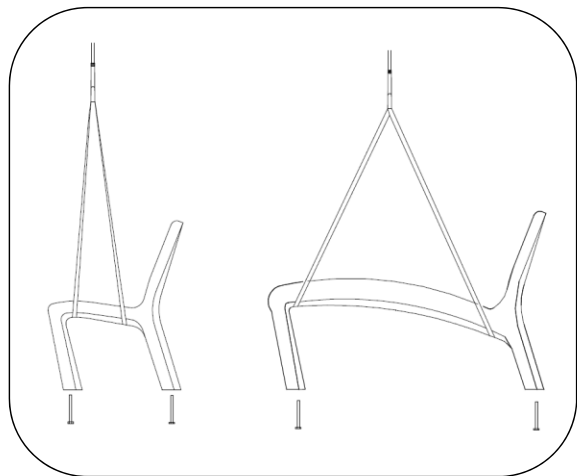

Fig. 1 – Procédure de levage adéquate
1. Positionner en utilisant un équipement approprié tel qu'un chariot élévateur ou une grue. Voir la Fig. 1.